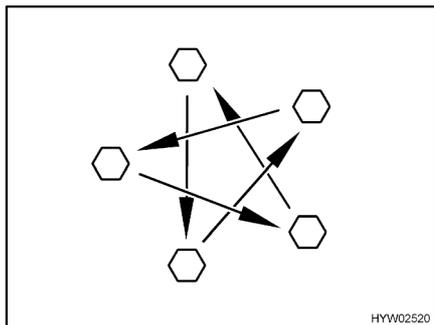

Bild 128 Radmuttern oder Radschrauben über Kreuz anziehen
- Radmuttern oder Radschrauben regelmäßig auf festen Sitz prüfen. Radmuttern oder Radschrauben eines ausgewechselten Rades nach 50 km nachziehen (Bild 128).
- Wenn neue oder neu lackierte Felgen verwendet werden, die Radmuttern oder Radschrauben zusätzlich nach ca. 1000 bis 5000 km nachziehen (Bild 128).